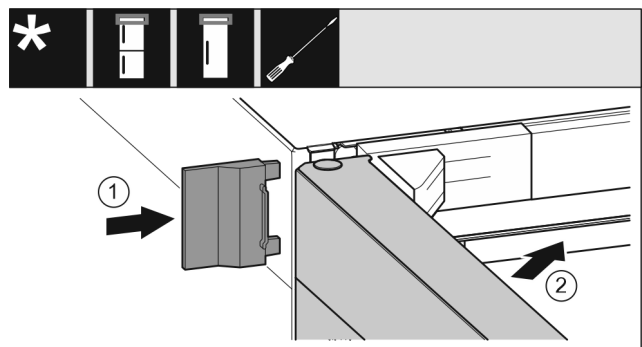

Fig. 22
- ▶ Äußere Abdeckung Fig. 22 (1) aufschieben.
- ▶ Obere Tür Fig. 22 (2) schließen.